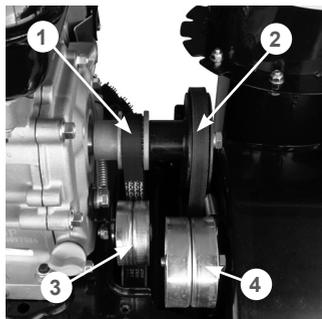

Рис. 33 Обслуживание ремней привода
- Проверьте состояние ремней (Рис. 33). Если ремень протерт, надорван или заметны иные повреждения, он должен быть незамедлительно заменен.